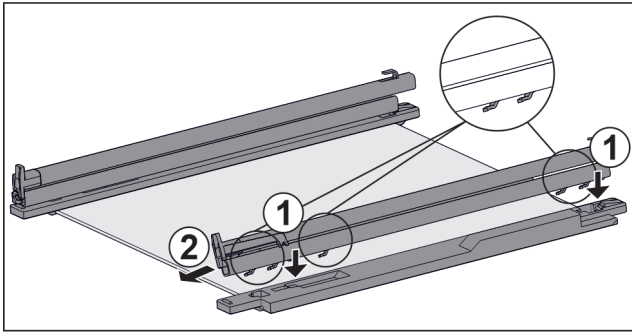

Fig. 156 Glasplatte mit Schienen und Halteteilen
- ▶ Haken der Schiene auf die Öffnungen des **linken** Halte-teils setzen. Fig. 156 (1)
- ▶ Schiene nach vorne ziehen. Fig. 156 (2)
- ▶ Haken der Schiene auf die Öffnungen des **rechten** Halte-teils setzen. Fig. 156 (1)